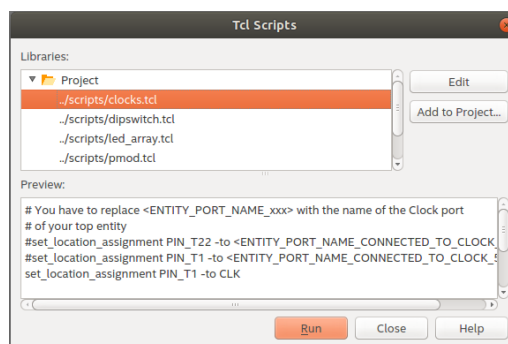

Abbildung 6: Ausführen der Tcl-Skripte in Quartus Prime
4. Wählen sie alle Skripte aus und klicken sie auf „Run“ (Abb. 6). Damit das Pin-Mapping angepasst.